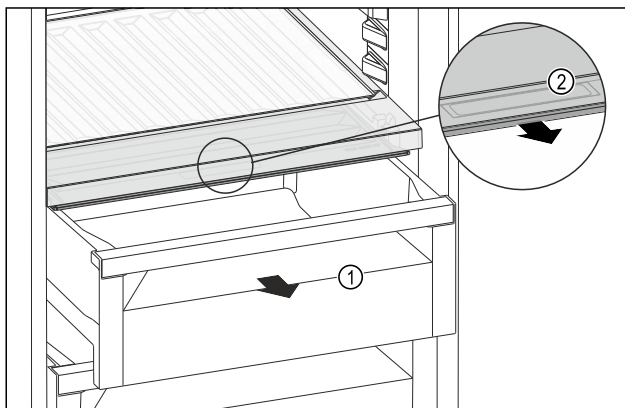

Fig. 208
- ▶ Schubfach Fig. 208 (1) herausziehen.
- ▶ Griffmulde Fig. 208 (2) am Fachdeckel anfassen und Fachdeckel gleichzeitig nach vorne ziehen.